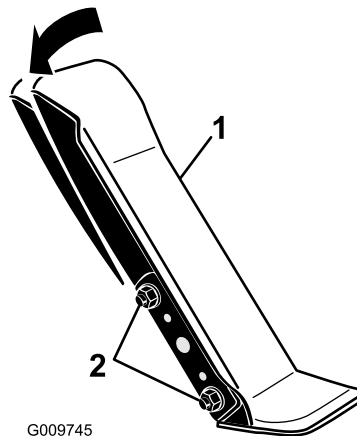

図 71
1. 走行ペダルの左側をブラケットに固定しているナットとボルト各2をゆるめる 図 71。
2. 走行ペダルを希望の角度に調整しナットで固定する 図 71。